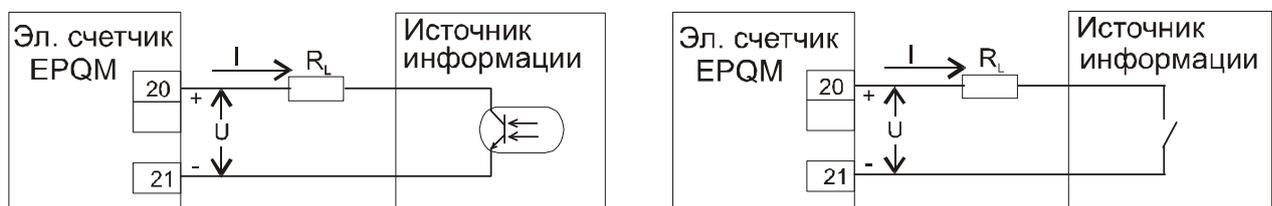

Рис. 10-6. Схемы включения внешнего устройства к телеметрическому входу
10.2.7. Рекомендованные схемы включения внешнего устройства к телеметрическому входу показаны на Рис. 10-6.